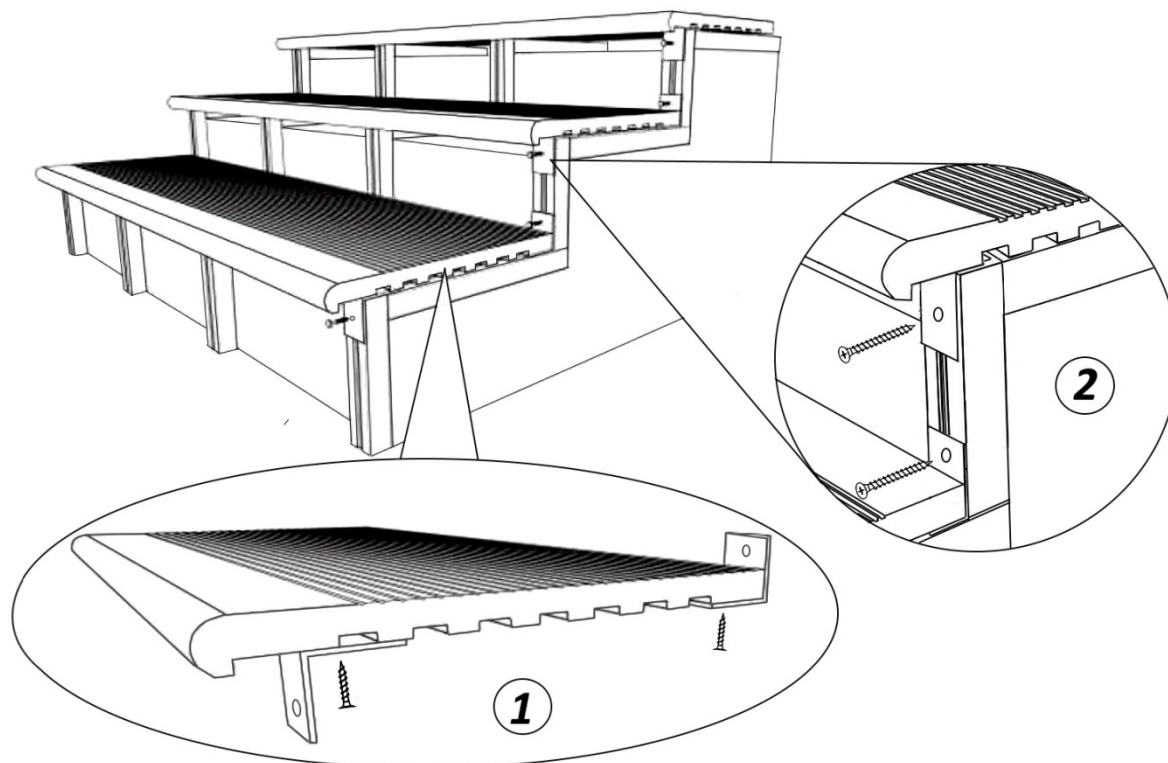

Рис. 21 – монтаж ступени из ДПК
Для скрытого крепления к основанию необходимо прикрепить к нижней части ступени перфорированный уголок из оцинкованной стали как показано на рис. 21 (1).
Ступень укладывается на горизонтальные лаги и фиксируется к каркасу через уголок с помощью саморезов (рис. 21 (2)) крепление производится через каждые 500 мм.